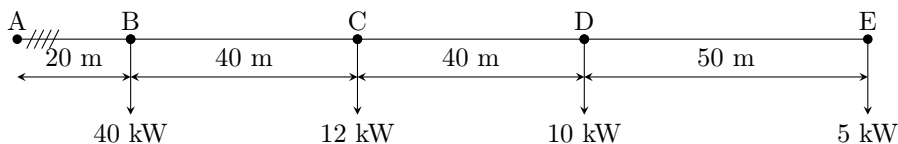

Figura 7.16: Diagrama unifilar del problema 7.32.
- 7.32 (P.2-5.) Calcular la caída de tensión en la línea trifásica representada en la figura 7.16. El conductor es de cobre, de sección 25 mm2 y la tensión de alimentación es de 400 V.